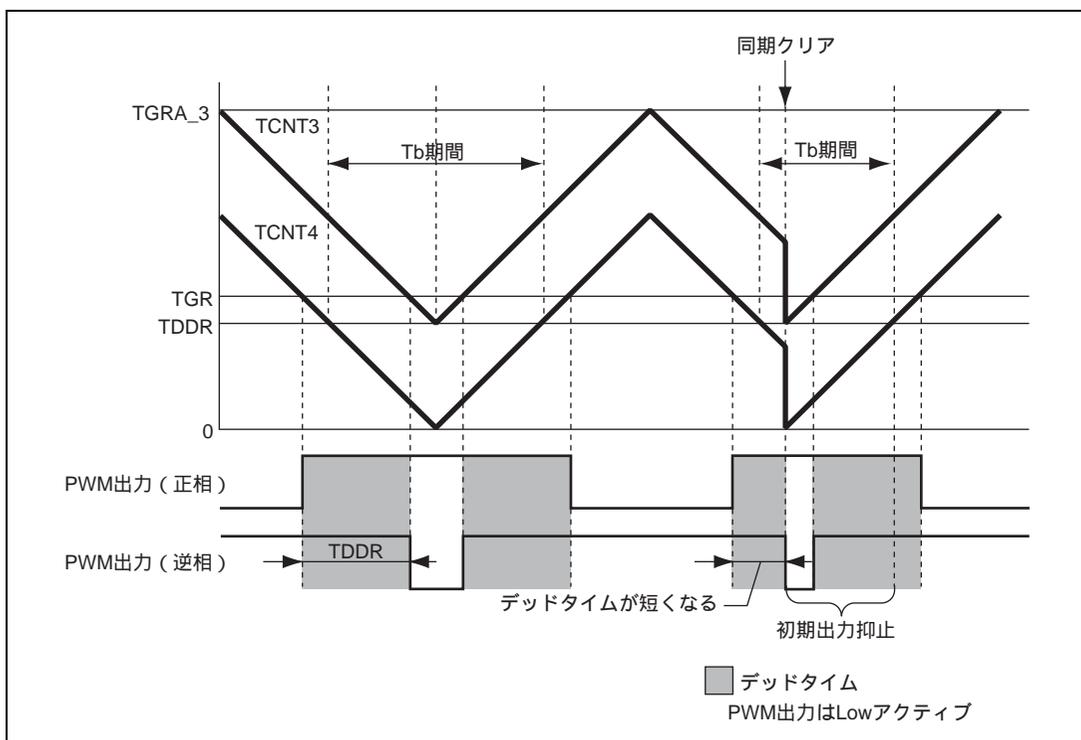

図 10.135 条件 (1) の同期クリア例
条件 (1) 初期出力の抑止期間 にて、PWM 出力がデッドタイム期間中に、同期クリアする (図 10.135)。